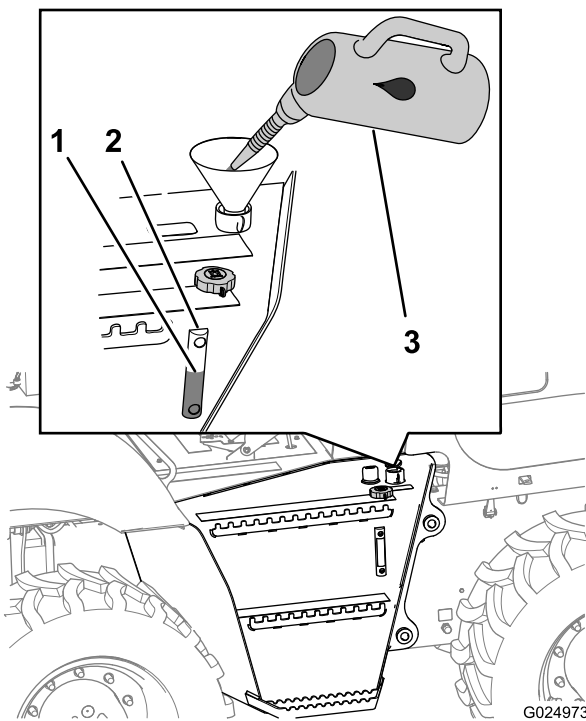

Bild 114
1. Füllen Sie den Hydraulikölbehälter mit der angegebenen Hydraulikölsorte, bis der Ölstand in der Mitte des Schauglases ist (Bild 114).
3. Setzen Sie den Fülldeckel auf (Bild 114).